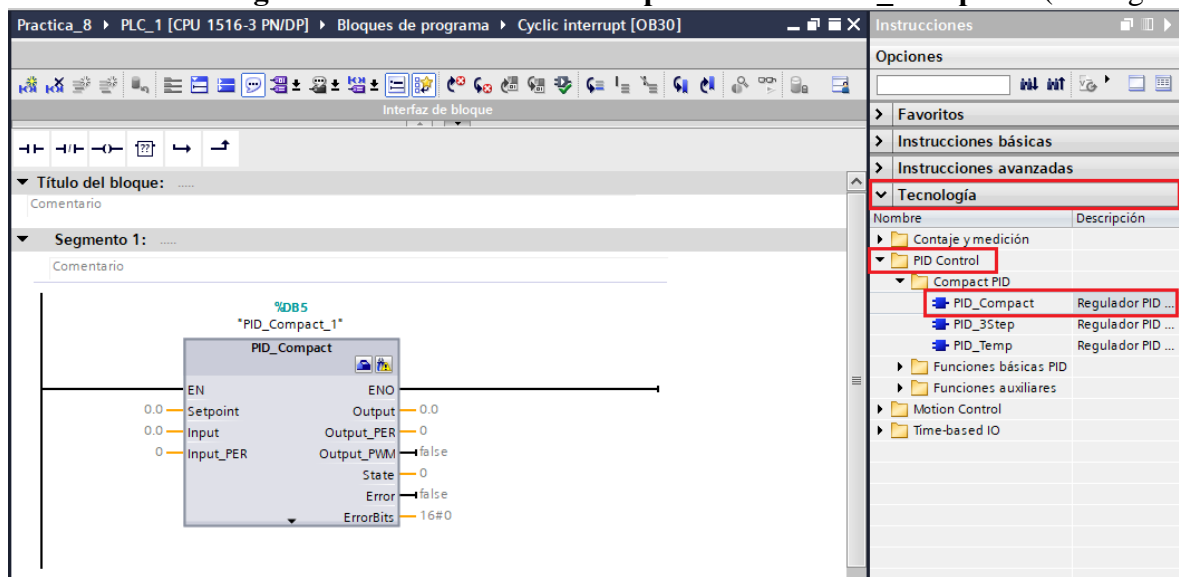

Figura 37. Agregar bloque PID_Compact.
- En el bloque agregado se debe insertar el PID, para ello ubicarse en “Instrucciones” luego hacer clic en “Tecnología” / “PID Control” / “Compact PID” / “PID_Compact” (ver Figura 37).